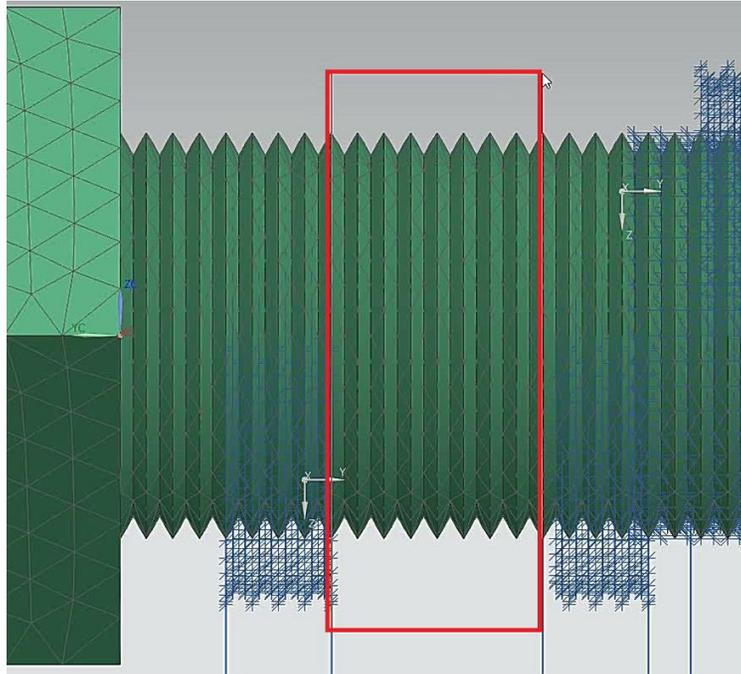

Figura 5.39 Área de acción de la fuerza.
- Seleccionar la sección de la pieza con una referencia de 6 mm, la cual se encuentra entre los soportes de los pasos anteriores (Figura 5.39).